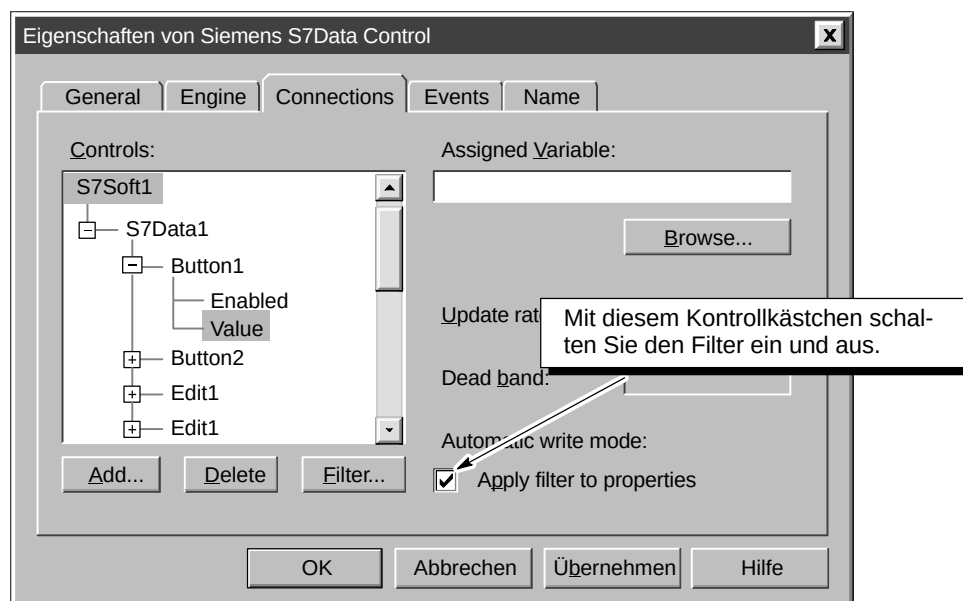

Bild 5-11 Eigenschaften des Data Control (Register "Connections")
4. Aktivieren Sie das Kontrollkästchen "Apply filter to properties" (siehe Bild 5-11), um die gefilterten Eigenschaften anzuzeigen.